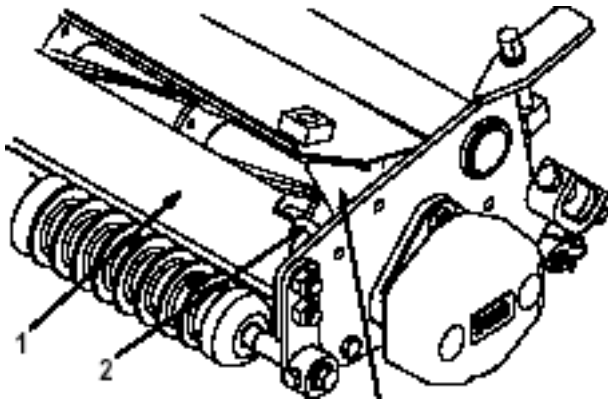

図10
- A. カウンタ・ウェイト (ユニット左側) のキャップスクリューとロックナット (各2) を取り、ウェイト (図10；挿入図) を外す。
- A. 前シールド・アセンブリ (図10) を外して廃棄する。さらに各カッティングユニットのサイドプレートに付いているシールド取り付け用スタッドとナットを外して廃棄する。
C. グラス・シールド・サイド・デフレクタを外側に曲げてカッティングユニットのサイドプレートと面一にする（図10）。